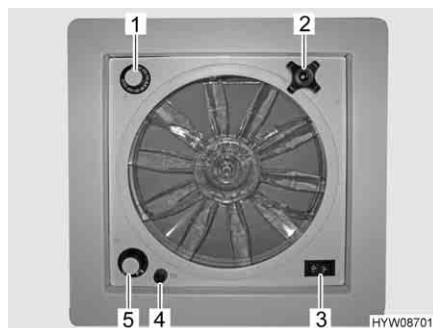

Fig. 67 Oblò con ventilatore
- ▷ Un fusibile da 4 A (Fig. 67,4) protegge da sovraccarico il motore del ventilatore. Se si verifica un sovraccarico: Per prima cosa individuare ed eliminare la causa (ad es. il ventilatore è sporco), poi sostituire il fusibile.
- Ruotare la maniglia girevole (Fig. 67,2), finché non si raggiunge l'angolo di apertura desiderato.
- Portare l'interruttore a levetta (Fig. 67,3) su "Aerazione" (flusso d'aria dall'esterno verso l'interno) o "Sfiato" (flusso d'aria dall'interno verso l'esterno).
- Portare l'interruttore a levetta (Fig. 67,3) sulla posizione centrale.
- Posizionare l'interruttore girevole (Fig. 67,5) sul grado desiderato:
- Ruotare il termostato (Fig. 67,1) fino alla battuta in direzione "blu".
- Ruotare il cappuccio nero (Fig. 67,4) di un quarto di giro in senso antiorario.